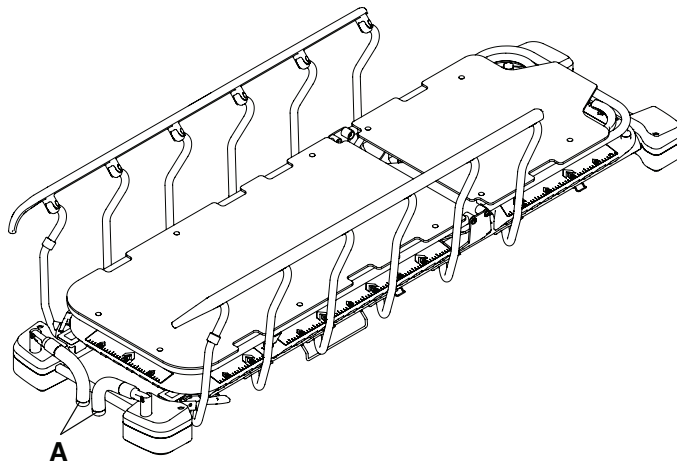

Figure 10 – Rangement des poignées de poussée du côté pieds
4. Inverser les étapes pour ranger les poignées de poussée du côté pieds (A) (Figure 10).